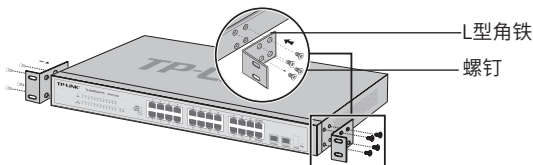

图2-2 角铁安装示意图
2. 将配件中的两个L型角铁分别安装在设备面板的两侧，并用配件中提供的螺钉固定，如图2-2所示；